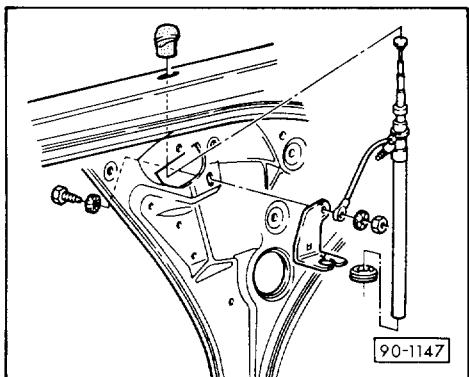

Рис. 2 Снятие и установка штыревой антенны
♦ снятие и установка ⇒ рис. 2
< Рис. 2 Снятие и установка громкоговорителей средних и высоких частот / низкочастотной звуковой колонки
- ◆ снятие и установка ⇒ рис. 2